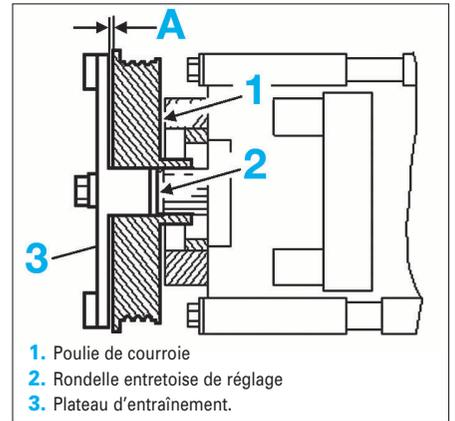

FIG. 18
- Contrôler l'entrefer en (A) entre le plateau d'entraînement et la poulie, à des intervalles de 60 degrés sur toute la circonférence (Fig.18) (voir valeur au "CARACTÉRISTIQUES").
- l'écrou central du plateau (3) d'entraînement si il y a réglage.
- le plateau central (3) et mettre une entretoise (2) d'épaisseur adaptée.